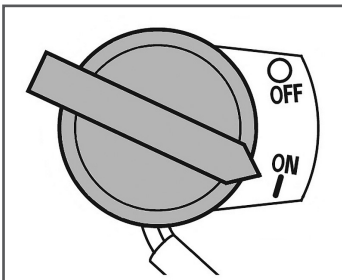

Рис. 12 Положения выключателя зажигания
6. Выключатель зажигания переведите в положение «ON» (Включено) (Рис. 12).